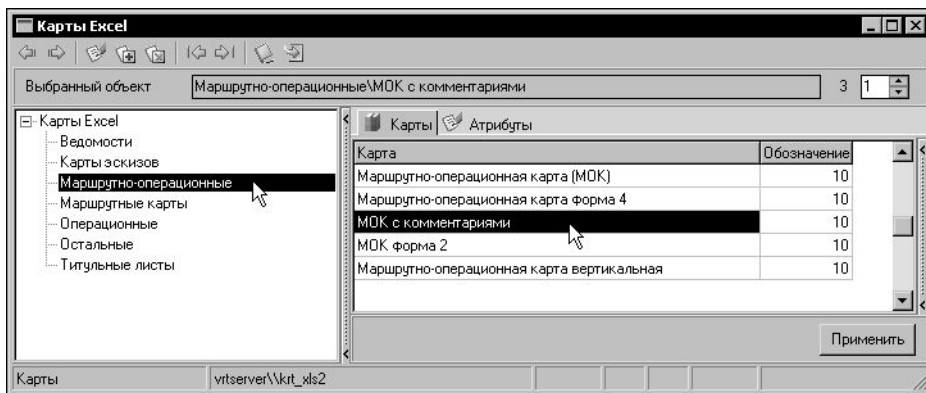

Рис. 9.6. Выбор карты в справочнике
4. В открывшемся универсальном технологическом справочнике (рис. 9.6) выберите карту, в которую не нужно выводить операцию, и нажмите кнопку **Применить**.